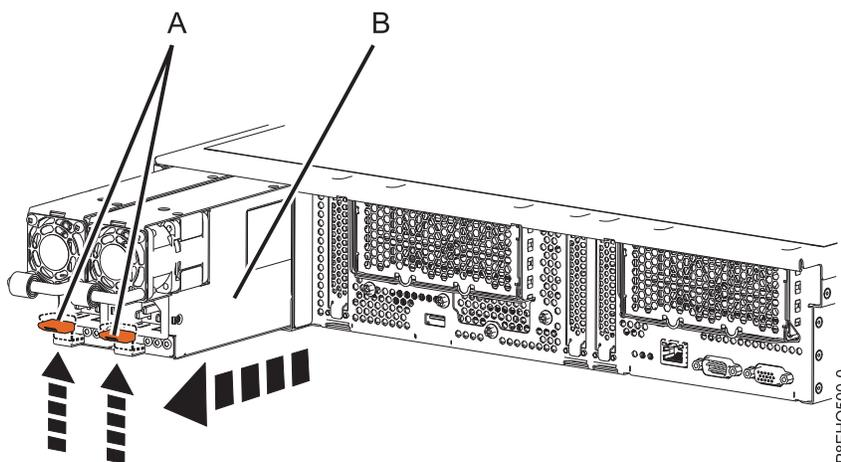

Figura 52. Extracción de una fuente de alimentación del sistema
- a. Para desencajar la fuente de alimentación de su posición en el sistema, tire de la pestaña de bloqueo de color terracota **(A)**. Consulte la Figura 52.